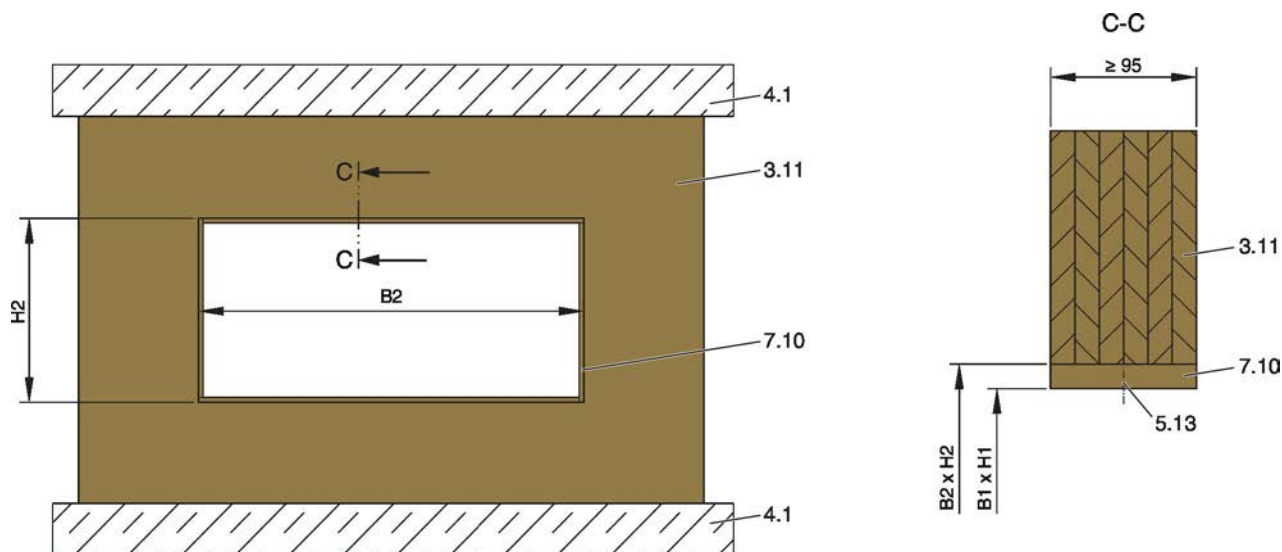

Fig. 46: Mur plein en bois avec revêtement des deux côtés
- Ériger le mur plein en bois conformément aux instructions du fabricant et créer une ouverture de montage, voir Voir la Fig. 46